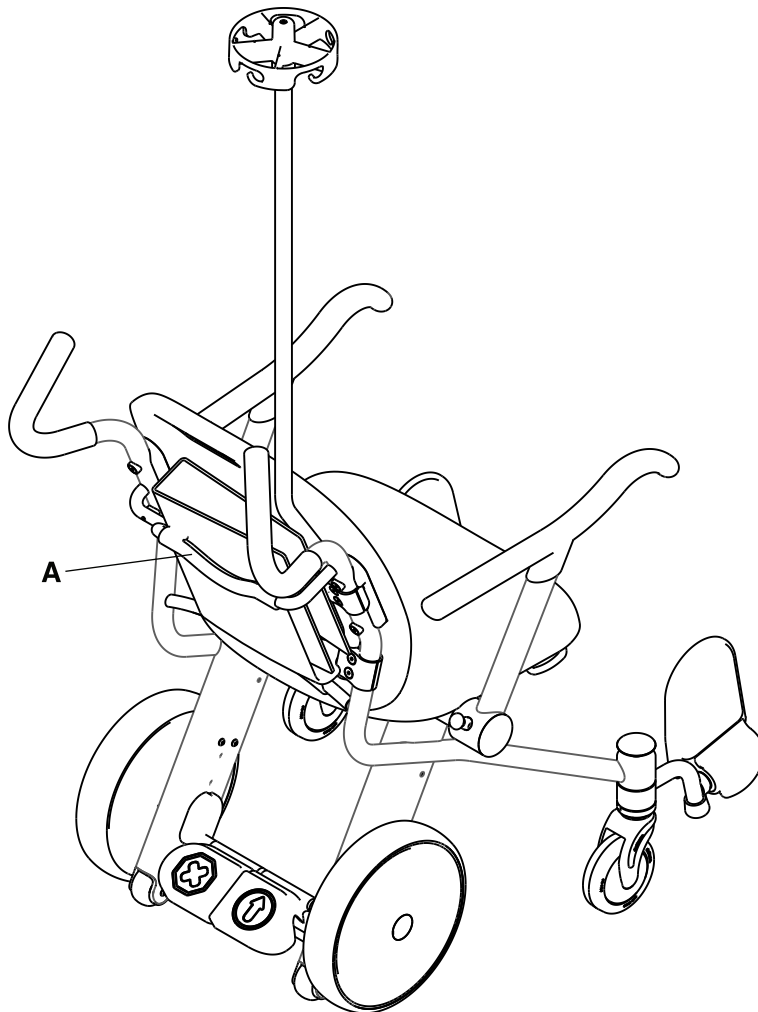

Figura 5-12: Guardar registos no suporte de fichas clínicas
Use o suporte de fichas clínicas para guardar e transportar as fichas do ocupante (A) (Figura 5-12 na página 5-24). O suporte de fichas clínicas tem capacidade para uma pasta com três anéis de 7,5 cm.